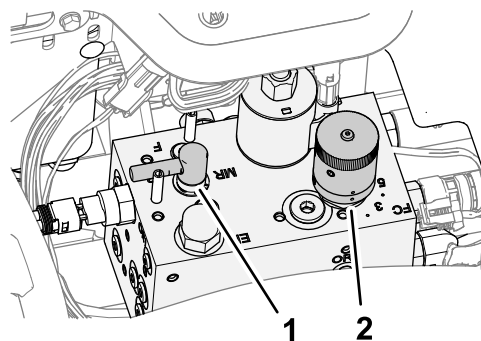

Figure 93
4. Tournez le levier de rodage à la position R (rodage) (Figure 93).